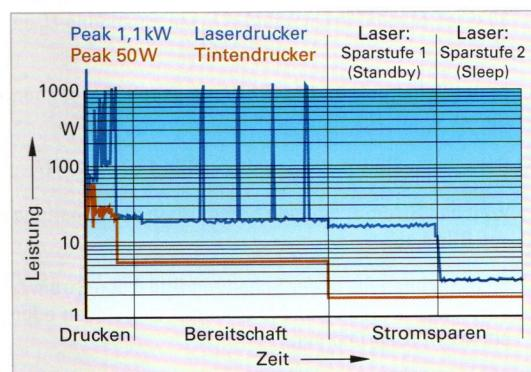

Bild 2: Leistungsvergleich Drucker
3. Welche Arbeitskosten ergeben sich, wenn statt des Tintendruckers in Aufgabe 2 ein Laserdrucker mit den Daten nach **Bild 2** und **Tabelle 2** benutzt wird?